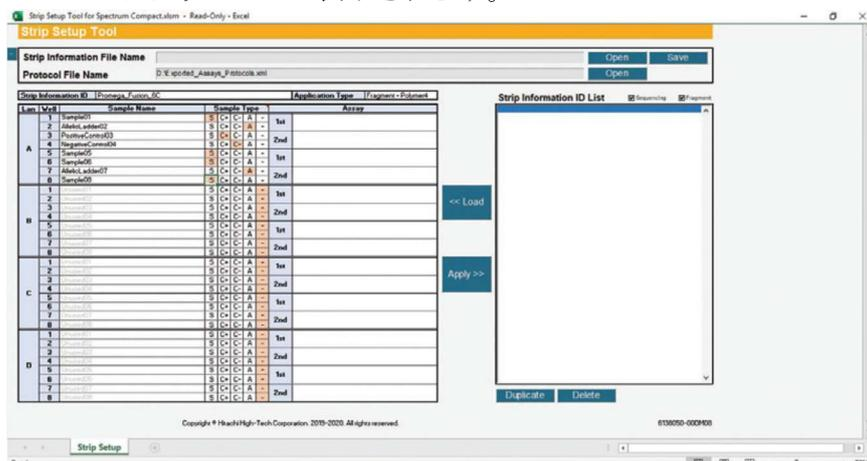

図 244 選択した Sample Type を含む Strip Setup Tool for Spectrum Compact 画面
1. Strip Information ID セルのすぐ右側のセルを選択し、新しい Strip Information ID を入力してください。(図 244)
3. 各レーン (ストリップ) 毎に、セルを選択し、サンプルを含む各 well の Sample Type を選択します (図 244)。